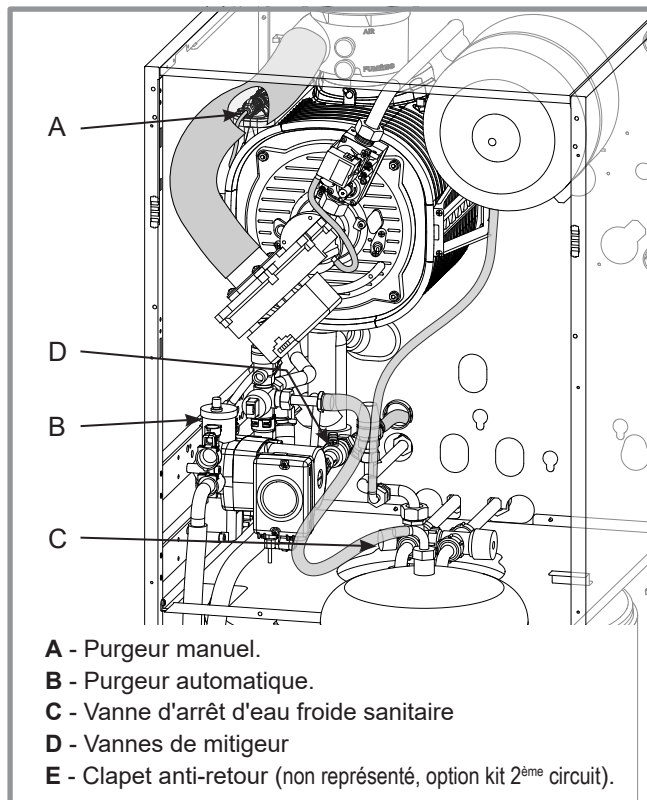

figure 35 - Purgeurs et clapet anti-retour
- **9** - Fermer les vannes d'isolement départ et retour de la chaudière et ouvrir le purgeur automatique (rep.B, figure 35).
(Purgeur manuel, rep. A, *figure 35*).
(Purgeur automatique, rep. B, *figure 35*).